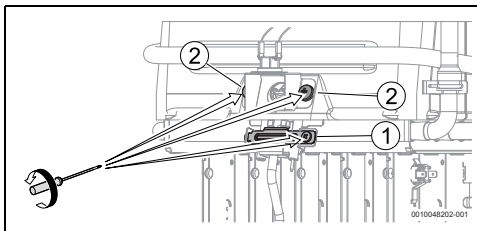

Fig. 20
- ▶ rimuovere la vite che fissa il raccordo del bruciatore di accensione, fig. 20, [1].
- ▶ Rimuovere le viti che fissano il raccordo del dispositivo di controllo per lo stato della camera di combustione, fig. 20, [2].